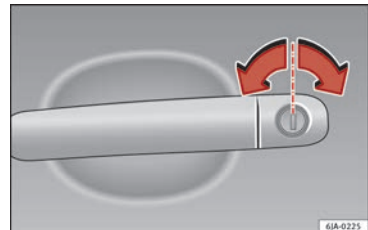

Fig. 3 Maneta de la puerta del conductor con bombín de cierre.
- Introduzca el espadín en el bombín de cierre y desbloquee o bloquee el vehículo » fig. 3.